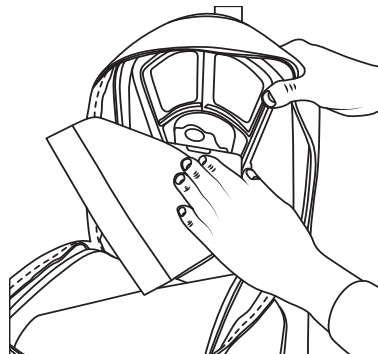

Fig. 10
3. Pour installer un nouveau sac, placez le bas du col du sac dans le support du col du sac (Fig. 10).